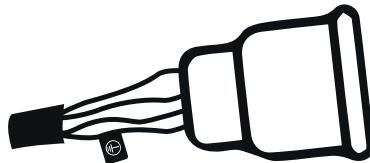

Figure 3 : Branchements Électriques
- Puisqu'il peut y avoir différentes prises en fonction de l'usine, des chantiers de construction et des ateliers, le câble d'alimentation est livré sans fiche. Une fiche adaptée à la prise doit être connectée par un électricien qualifié (Figure 3). Assurez-vous que le fil de la mise à la masse jaune/vert, marqué par est présent.